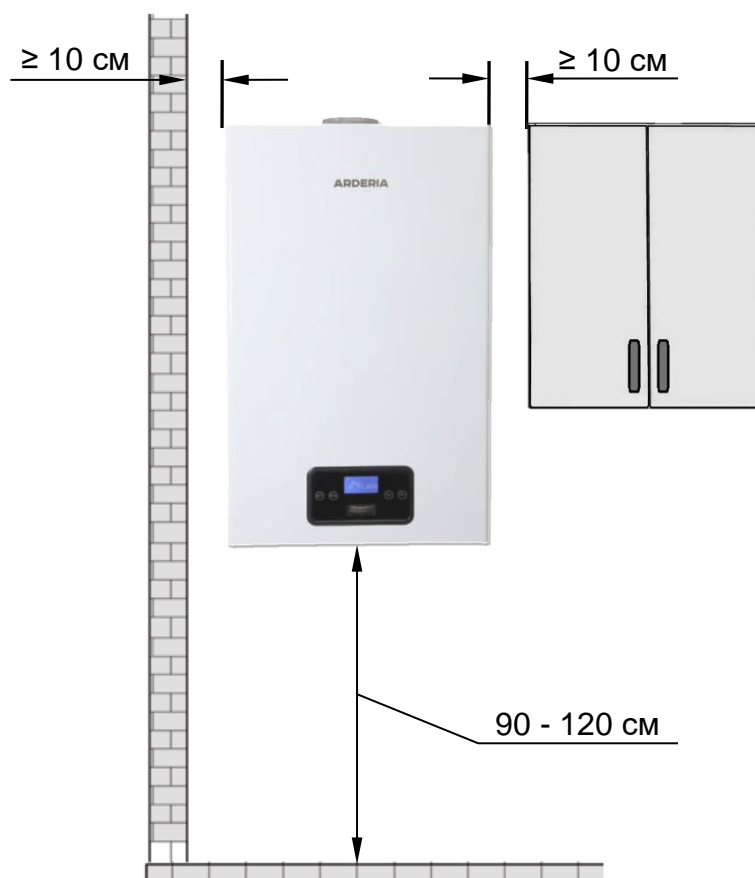

Рис. 8
- При установке котла в квартирах многоквартирных жилых домов при поквартирном отоплении, расстояние от котла до любой боковой стены **должно быть** не менее 10 см. (См. Рис. 8).
- Высота установки котла должна быть удобной для эксплуатации, ремонта и обслуживания. **Рекомендуемая высота** установки котла от 0,9 до 1,2 м. определяется от уровня чистого пола до нижнего основания корпуса котла. (См. Рис. 8).